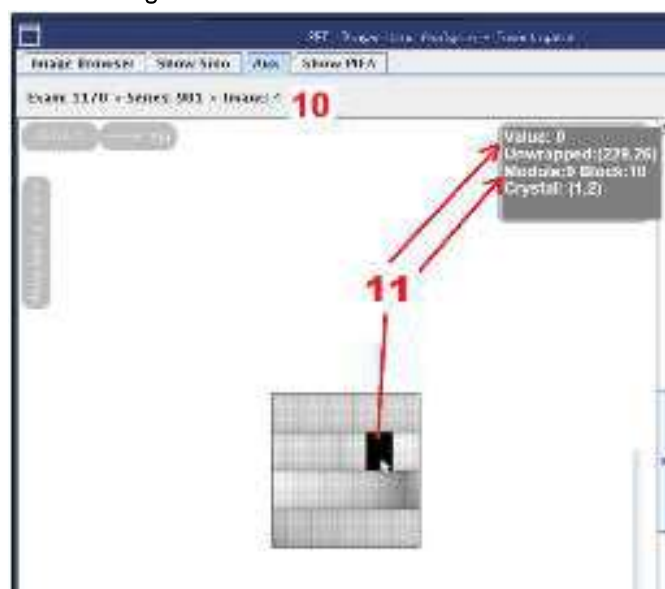

Figure 3 : Étapes 10 à 11 à l'aide de l'outil « Investigator » (investigation)
11. Examinez le schéma de disposition des détecteurs et vérifiez si le détecteur « Module : 9 » est nettement plus sombre que les autres modules, comme l'indiquent la couleur et la valeur qui s'affichent lorsque vous passez la souris sur le module. Un module sombre est susceptible d'indiquer un dysfonctionnement, comme le montre la figure 3.